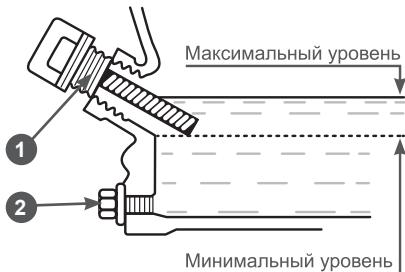

Рис. 12 Проверка уровня масла в картере
4. Установите крышку-щуп в отверстие горловины, не закручивая (Рис. 12).
Максимальный уровень масла в картере соответствует нижней кромке заливного отверстия (Рис. 12).
3. Протрите щуп насухо и вставьте в отверстие горловины, не закручивая (Рис. 12).
7. При недостаточном уровне масла в картере необходимо долить чистое масло до верхней отметки на щупе, что соответствует нижней кромке заливного отверстия (Рис. 12).